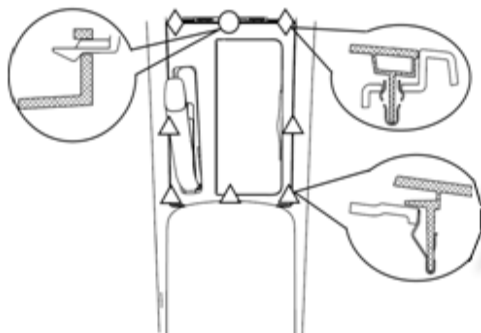

图 1-2-2-6 手刹盖板总成拆卸步骤 2
④将手刹护板总成拆下后，用十字螺丝刀松开图 1-2-2-7 所示的 5 个螺钉（Q2782965F31），即可拆下副仪表板杯托总成。
⑤手刹护板总成安装顺序与上述拆卸顺序相反。